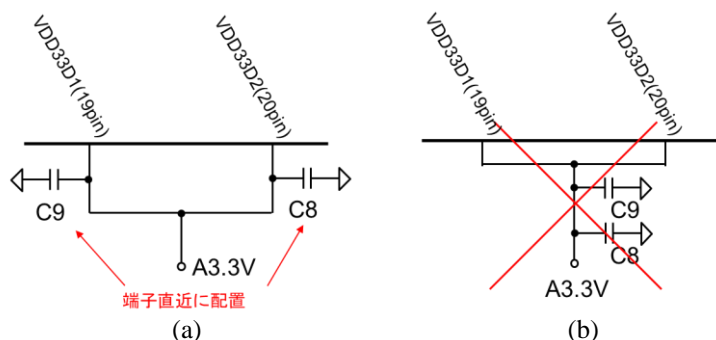

Figure 2-6 DC-DC コンバータの電源供給端子のデカップリングコンデンサの接続例
- Figure 2-6 に DC-DC コンバータの電源供給端子のデカップリングコンデンサの接続例を示します。(a) に示すように、デカップリングコンデンサは電源供給端子の直近に配置して下さい。